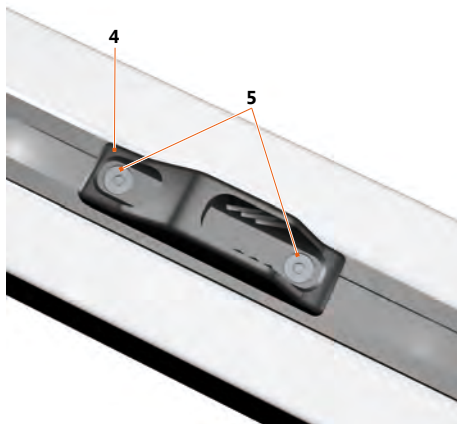

Fig. 67: Klem
4. Monteer de kabeltrek (13) met behulp van de twee schroeven aan het voorste uiteinde van de houder voor een zo goed mogelijke hefboomwerking.
5. De zwenklijn wordt naar de meegeleverde omleiding in het gebied van de voetbediening geleid en daar afgebogen. Vervolgens loopt de zwenklijn ongeveer 40 cm terug naar de bijgeleverde klem die in de gleufrail wordt gemonteerd (zie **Fig. 67: Klem**).